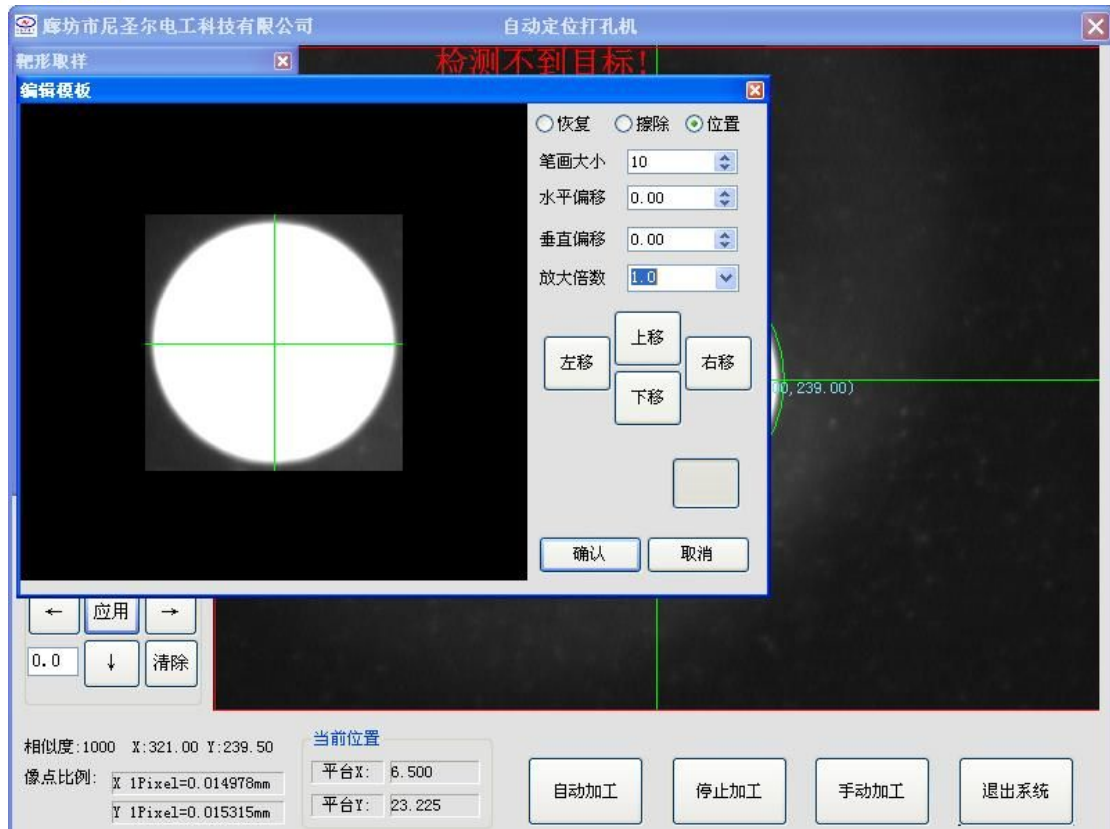

图 4.2.1
**4.2.1 孔位偏位方向一致：**点击软件“微调”模板四个方向键，孔位偏移那边点击相反方向键，再点“应用”确定偏位补偿。点击一次偏移补偿 0.008mm。图 4.2.1